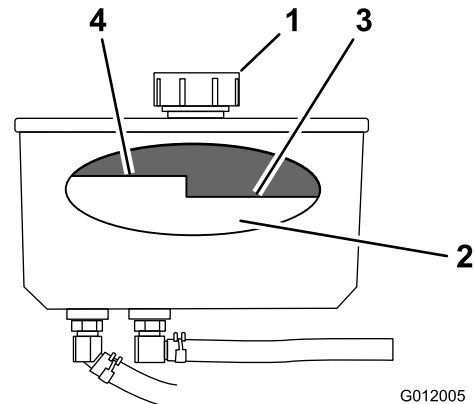

Figura 71
4. Limpie alrededor del cuello de llenado y el tapón del depósito de aceite hidráulico (Figura 71).
5. Retire el tapón del cuello de llenado (Figura 71).
**Nota:** El nivel de aceite debe estar por debajo del nivel caliente del tabique cuando el aceite está caliente (Figura 71).